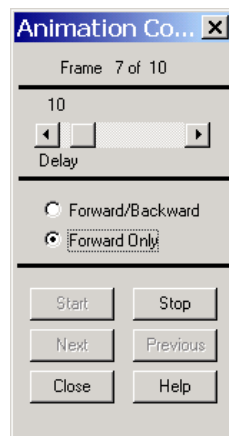

图7.34 动画控制窗口
(1) 单击【Utility Menu】|【PlotCtrls】|【Animate】|【Replay Animation】菜单，显示动画的同时会伴随一个控制窗口，如图 7.34 所示。